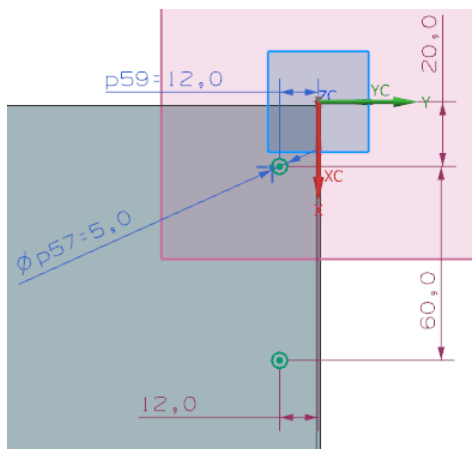

图 11-24 绘制草图
(3) 在“创建草图”对话框中, 单击  按钮, 进入草图设计环境, 单击“主页”选项卡“曲线”面组上的“圆”按钮 , 选择“圆心和直径定圆”, 输入坐标为 (20, -12), “直径”为 5, 接着输入坐标为 (80, -12), “直径”为 5, 绘制如图 11-24 所示的草图,